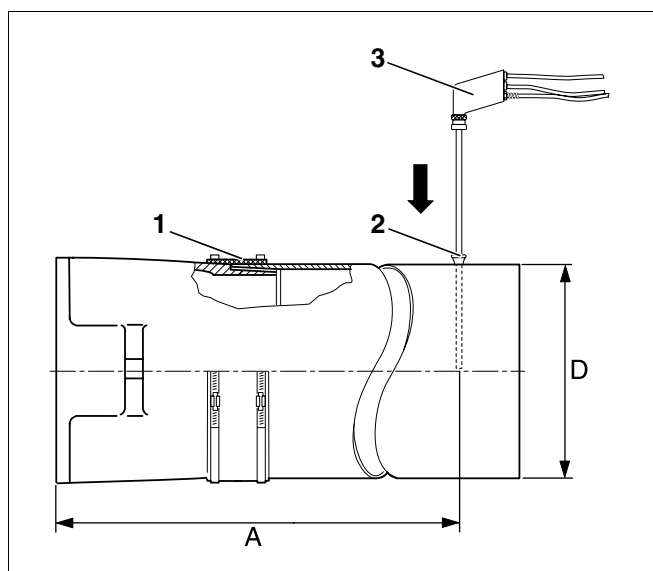

Рис. 8 Проведение замеров
Замеры производятся в дымовой трубе. Отверстие для замеров (муфта; рис. 8, поз. 2) должна находиться на расстоянии "А" (примерно 2 диаметра дымовой трубы "D") от патрубка дымовых газов (рис. 8). Если сразу после отопительного котла установлено колено для соединения с системой отвода дымовых газов, то замеры нужно производить до этого колена.
Мы рекомендуем установить уплотнительную манжету (рис. 8, поз. 1) для соединения котла с дымовой трубой.
- Опустить измерительный зонд (рис. 8, поз. 3, стр. 16) в центр потока (в середину трубы), здесь дымовые газы имеют наивысшую температуру.